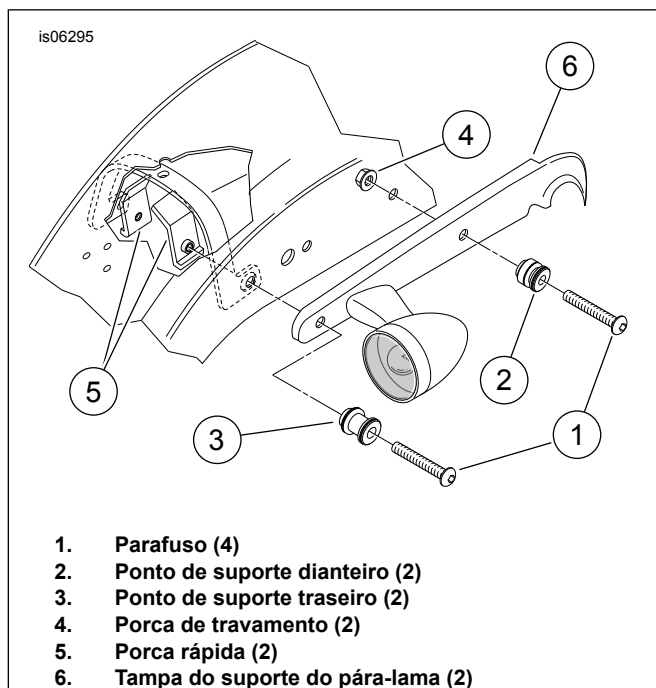

Figura 3. Pontos de suporte – Somente acessórios ou alforjes rígidos
1. Veja Figura 3. Instale o kit de ferragens de suporte **53529-04** consultando as instruções incluídas nesse kit.